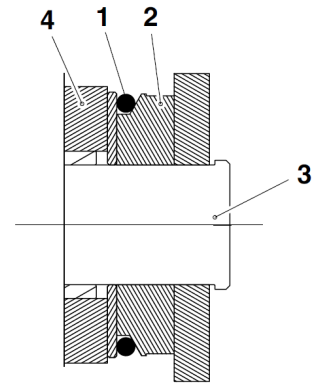

Рис. 140
5. Поместить новую уплотнительную прокладку (1, рис. 140) в канавку для уплотнительной прокладки.